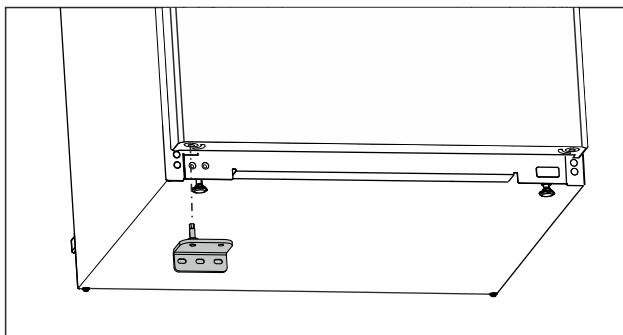

Fig. 17
- ▶ Vendosni bazamentin mbështetës të poshtëm në anën e kundërt. (shihni Fig. 17)